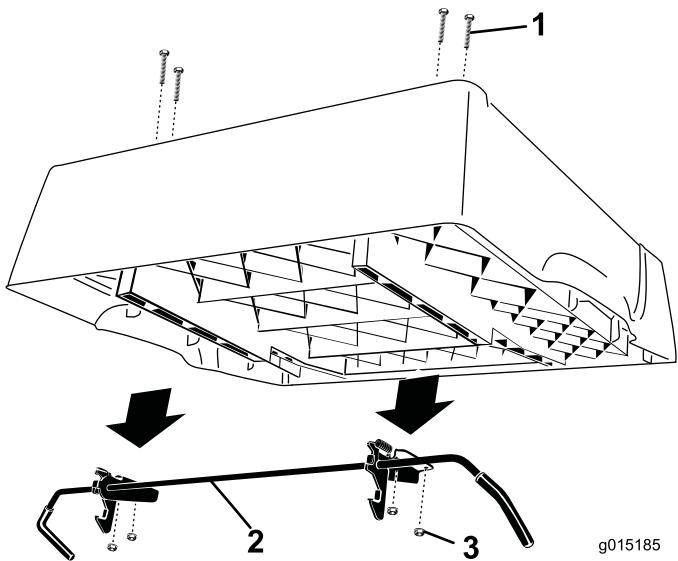

Bild 3
5. Entfernen Sie die vier Bundmuttern, mit denen die Riegelstangenhalterungen an der Unterseite der Pritsche befestigt sind (Bild 3). Entfernen und bewahren Sie die Stange und Riegel auf. Lassen Sie die Schlossschrauben in den Löchern und befestigen Sie sie mit den Bundmuttern an der Pritsche.